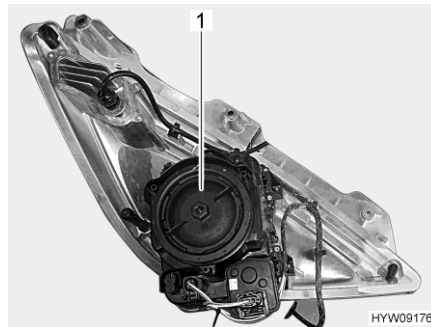

Bild 219 Frontscheinwerfer (Rückseite)
- Gehäusedeckel (Bild 219,1) entgegen dem Uhrzeigersinn drehen und abnehmen.
- Gehäusedeckel (Bild 219,1) aufsetzen und im Uhrzeigersinn festdrehen.